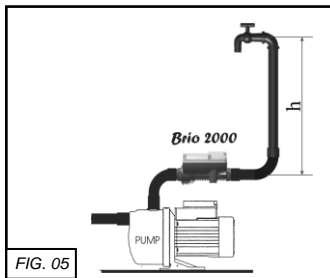

FIG. 05
Вгіо 2000 может быть установлен как в вертикальном, так и в горизонтальном положении; в любом месте между напорным отверстием насоса и первой точкой водоразбора (напр. кран). Внимание! Направление стрелки на корпусе устройства должно совпадать с направлением потока в трубопроводе (рис. 05). Все
- 1) Если самая высокая точка водоразбора (кран) удалена на более, чем 15 м. от Brio 2000 (рис. 05 – «Н» макс: 30 м)